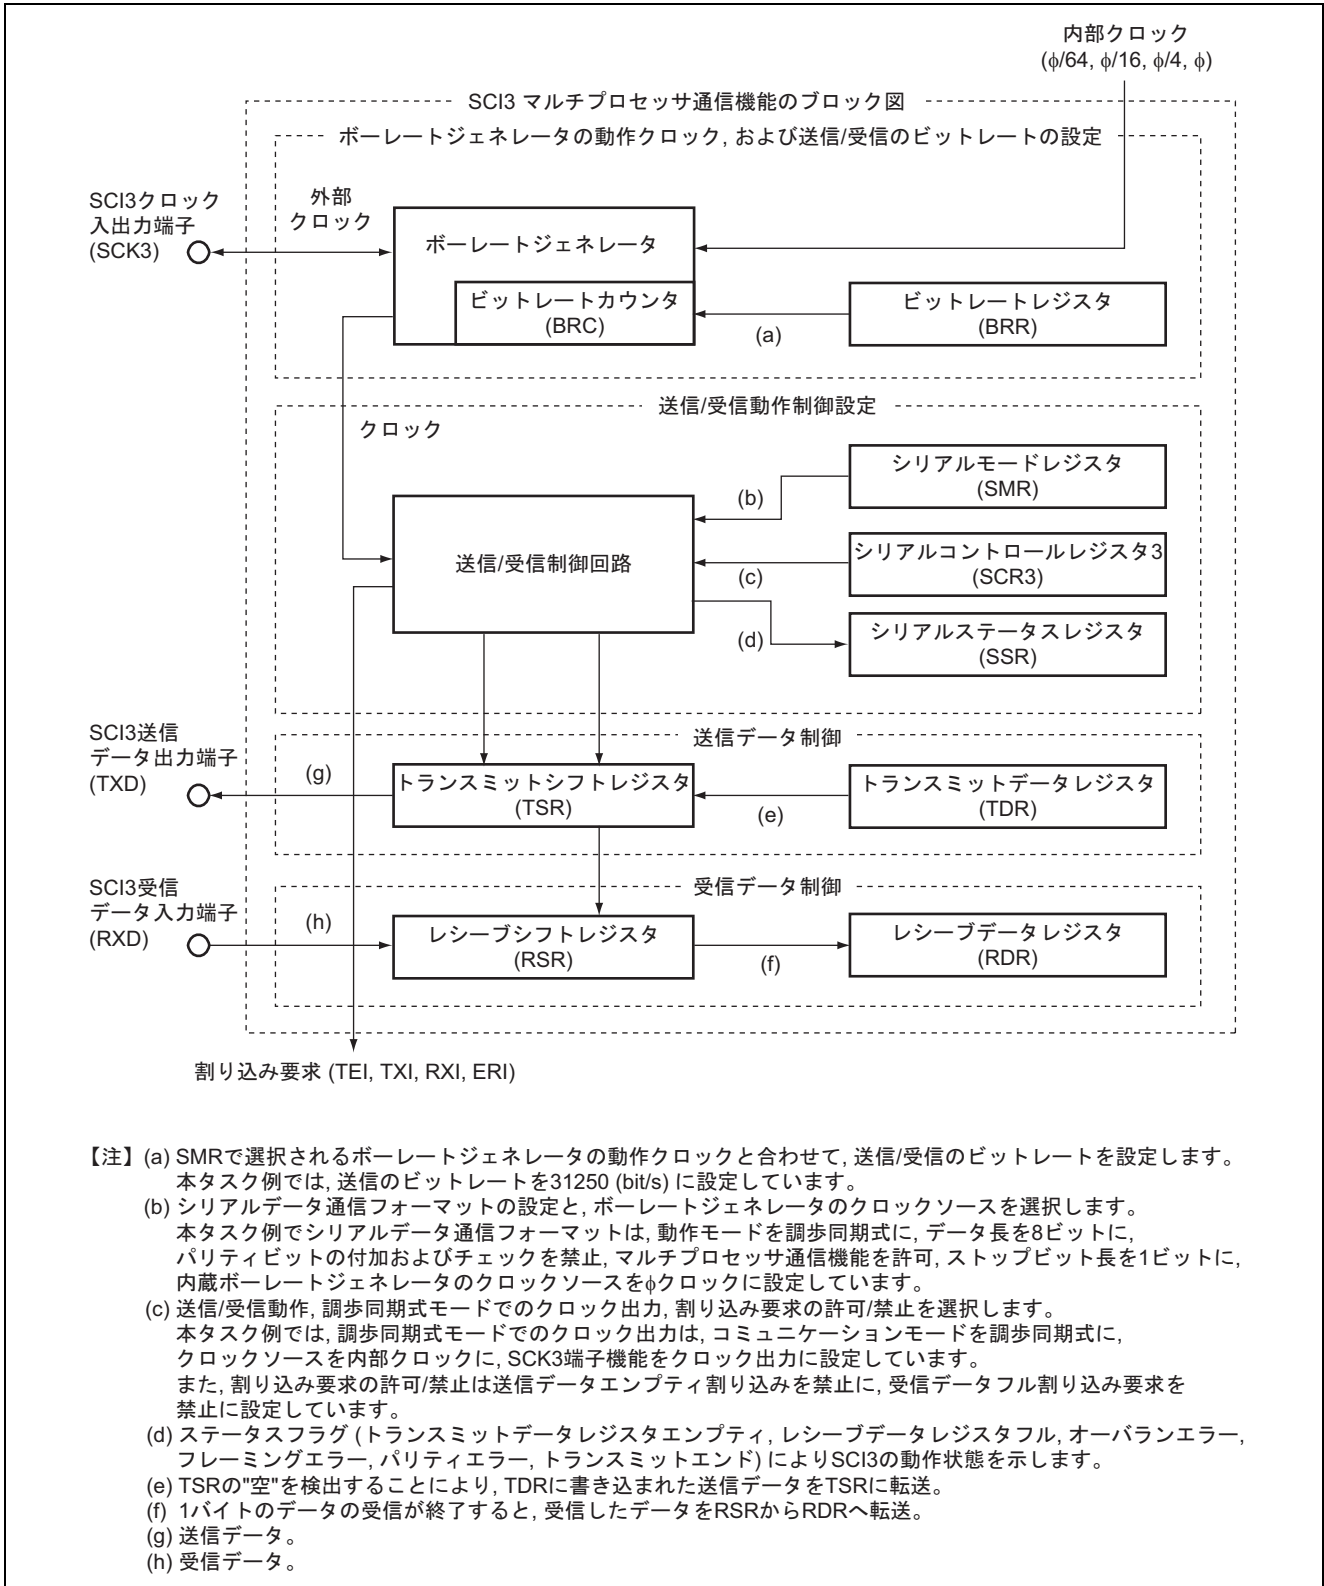

図3 マルチプロセッサ通信機能のブロック図
1. 本タスク例では、シリアルコミュニケーションインタフェース (SCI : Serial Communication Interface) を使用して、マルチプロセッサ通信の送信を行ないます。図 3 にマルチプロセッサ通信のブロック図を示します。以下にマルチプロセッサ通信のブロック図について説明します。